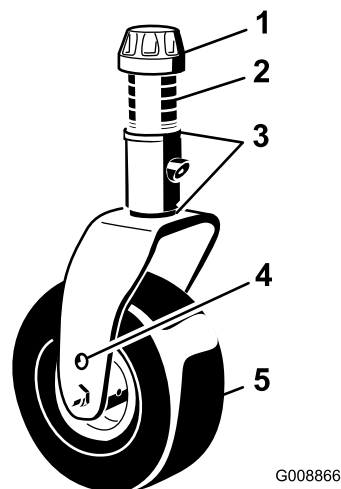

Figura 33
3. Regolate gli spessori (3 mm) sulla forcella (o forcelle) della ruota orientabile, finché l'altezza di taglio non corrisponde al valore riportato sull'adesivo (Figura 33); fate riferimento a Regolazione dell'altezza di taglio \(pagina 32\).